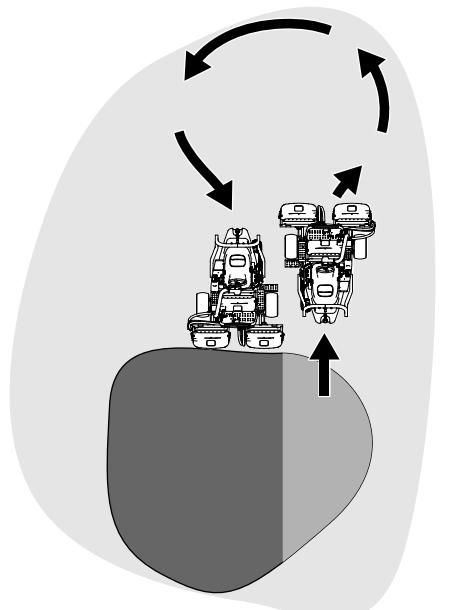

Figura 27
- Per ridurre i tempi operativi e facilitare l'allineamento per la passata successiva, sterzate momentaneamente la macchina nella direzione opposta, quindi sterzatela nella direzione della porzione non tagliata. Questo movimento delinea una curva a goccia (Figura 27) che allinea rapidamente la macchina per la passata successiva.